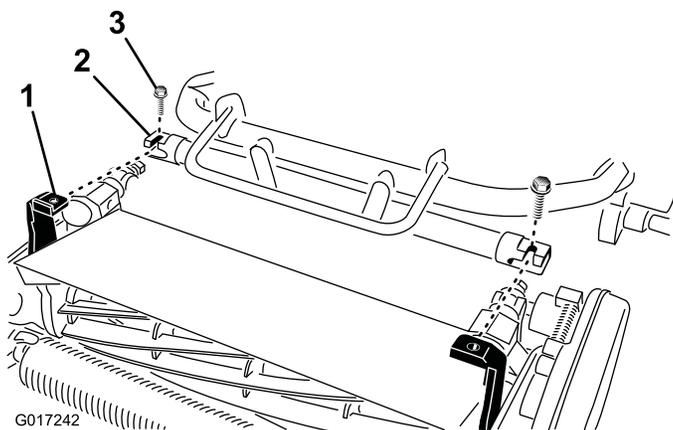

Figura 6
4. Mueva el bastidor de la unidad de tracción (Figura 6) hacia adelante hasta que se acople en los brazos de pivote de la unidad de corte.
5. Sujete el bastidor de la unidad de tracción a los brazos de pivote de la unidad de corte con 2 pernos (3/8 x 3/4 pulgada) (Figura 6).